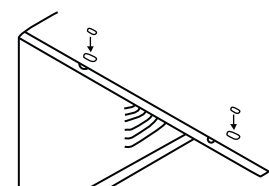

Fig.6
9. Ajoutez deux inserts en mousse aux trous dans le haut de l'armoire où les vis de transport ont été retirées (voir Fig.6)
1. Fixez le joint en mousse sur l'angle supérieur au-dessus des trous, comme indiqué à la Fig.6.